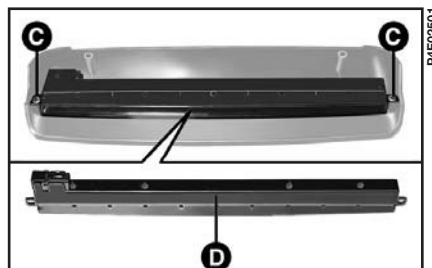

рис. 24
- 4) Выверните винты **C** (рис. 24) и замените плату с лампами **D** или отдельную лампу.